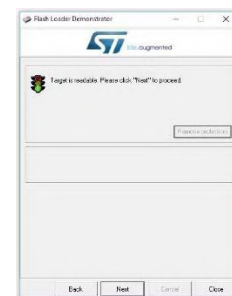

Figura 41 – El objeto es legible
- 8) Confirme que la CPU de destino es legible, luego haga clic en Siguiente (ver Figura 41).